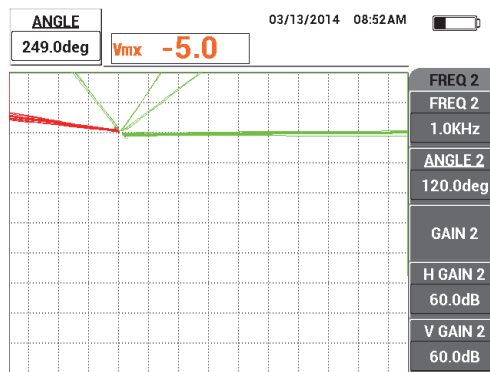

図 5-99 周波数 1 のリフトオフ信号の位相を調整する
4. プローブを持ち上げ、標準試験片の位置 1 にプローブを軽く接触し続け、その間位相キー（）を押し、続いてリストオフ信号が画面の右側を向くまで位相（周波数 1）を調整します（200 ページの図 5-99 の緑色の信号）。